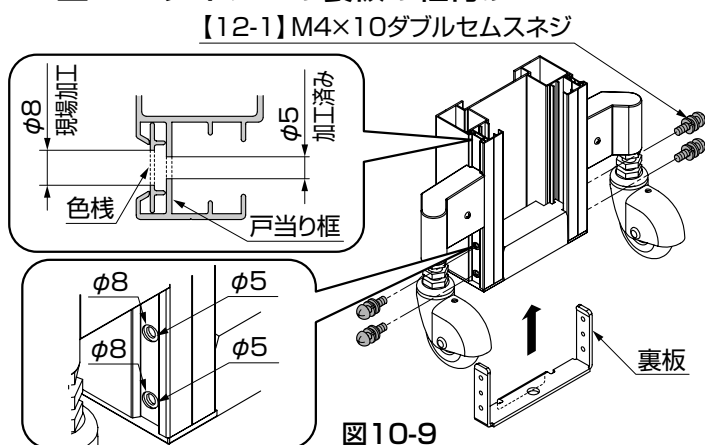
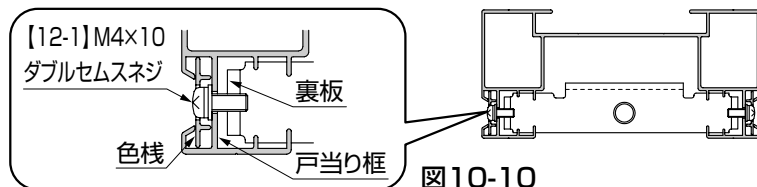

図10-9
図10-10
- ①色棧にのみφ8孔をあけてください。色棧にはφ5の下孔があいています。(図10-9参照)
- 戸当り框には、φ8孔をあけないでください。(図10-9、図10-10参照)
- ②裏板を戸当り框に【12-1】で組付けてください。(図10-9、図10-10参照)
(3) PG型R センターシャフトの組付け